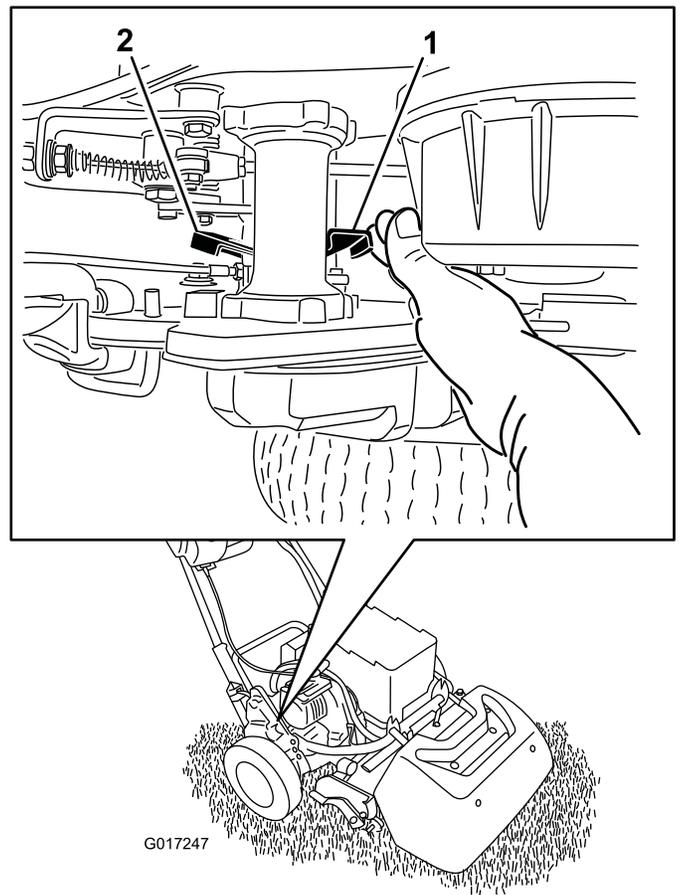

Figura 36
1. No canto posterior direito da máquina, localize a alavanca de engate/desengate da tração ao lado do tambor da transmissão (Figura 36).